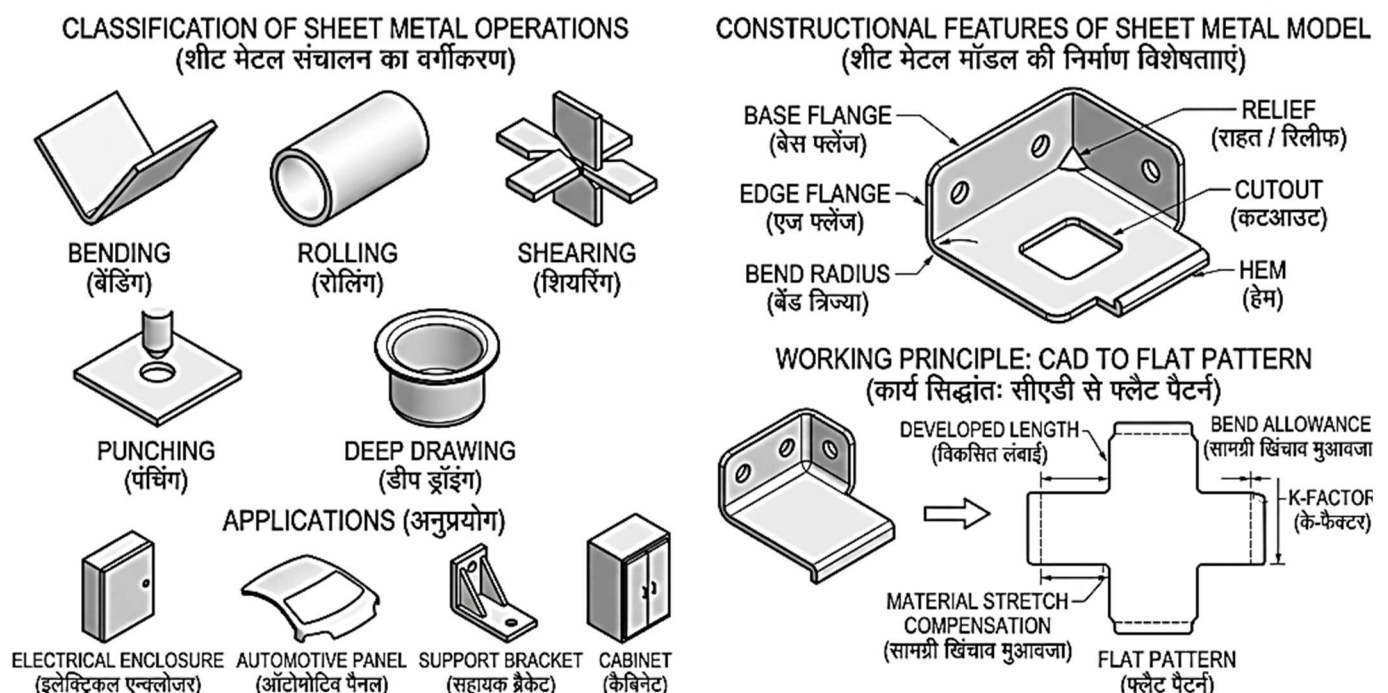

Fig. 3.6: Sheet Metal Design and Operations | शीट मेटल डिज़ाइन और संचालन
3.6.1 Introduction (Fig. 3.6)
3.6.1 परिचय (Fig. 3.6)